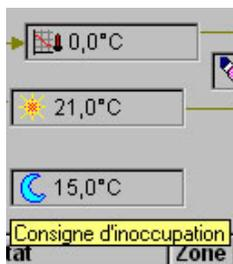

Figure 2.79 :
- Consigne d'inoccupation : cette température de consigne, comprise entre 0 et 25,5 degrés, permet de fixer la température désirée lorsque la zone est inoccupée momentanément afin de maintenir une température réduite (figure 2.79).